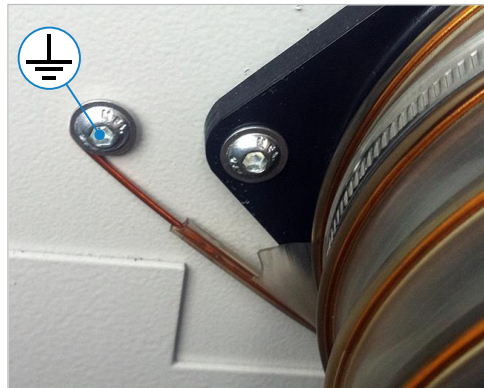

Figure 27 : mise à la terre du tuyau d'aspiration
- Toutes les parties de l'installation d'aspiration, y compris les tuyaux, doivent être incluses dans la mesure de mise à la terre (voir l'exemple de mise à la terre en ⇒ Figure 27).